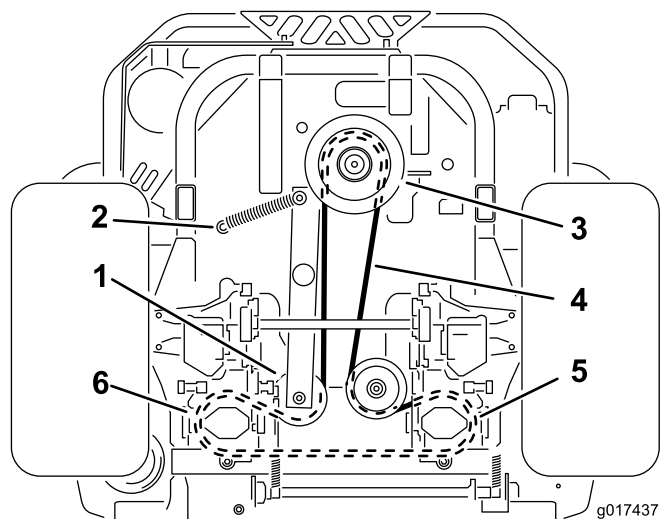

図 59
4. 機体を持ち上げて、ジャッキスタンドで支える（図 59）。
6. ポストからアイドルスプリングを外す（図 59）。